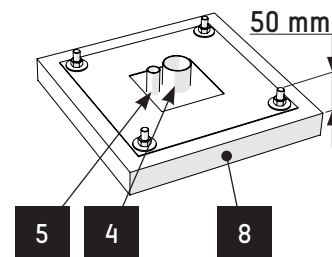

Fig. 8 - Utstickande gängade delar
- Fäst ingjutningsstängerna i ingjutningsramen med en plattbricka (6b) och en mutter (7b) på varje gängad del som sticker ut 50 mm (fig. 8). Dra åt muttrarna.
- Använd tejp för att skydda den gängade delen som sticker ut från ingjutningsramen från betongstänk. Lägg ett PVC-rör (4) med en minsta diameter på 60 mm för kraft- och styrkablar (fig. 8). Vid behov, lägg ett PVC-rör (5) med en diameter på 25 mm för kablar till detekterings slingorna (tillval). Kablarna måste sticka ut 1 meter från betongfundamentet.
2. Förbered ett betongfundament (8) i vilket fixeringsramen skall centreras. Infästningsramen måste vara i jämnhöjd med betongfundamentets yta och helt horisontell (fig. 8).